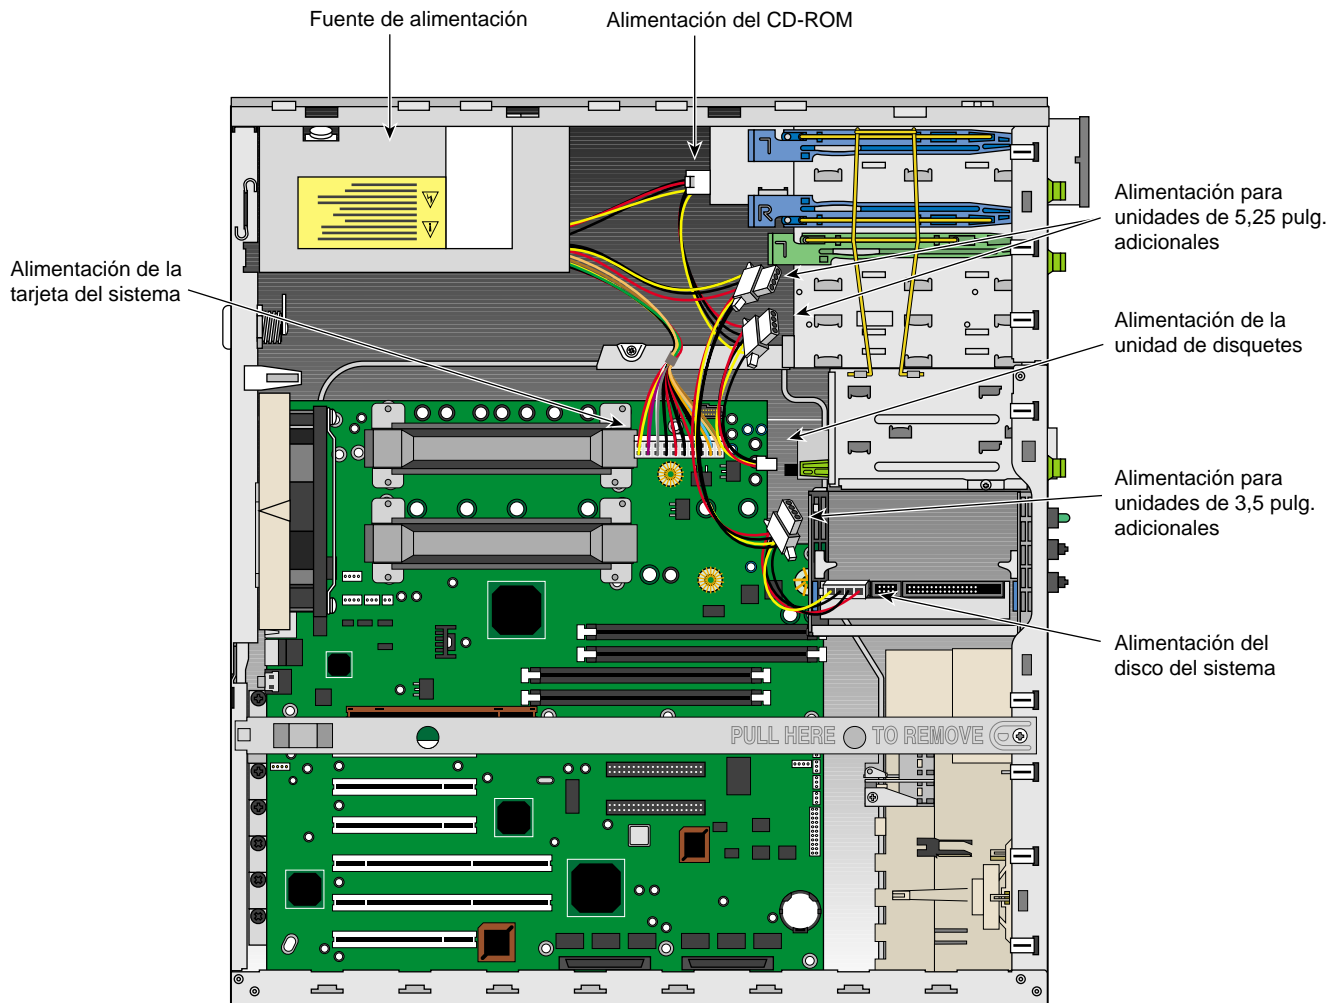

Figura 2-15 Conexión de los cables de la fuente de alimentación
3. Desconecte todos los cables de la fuente de alimentación de la tarjeta del sistema y de las unidades de 3,5 y 5,25 pulgadas. Consulte la Figura 2-15 en la página 37 para conocer la posición de las conexiones de los cables.
10. Conecte los cables de la fuente de alimentación a la tarjeta del sistema, las unidades de disco duro, la unidad de CD-ROM y la unidad de disquetes. Consulte la Figura 2-15 para conocer la posición de las conexiones de los cables de la fuente de alimentación.